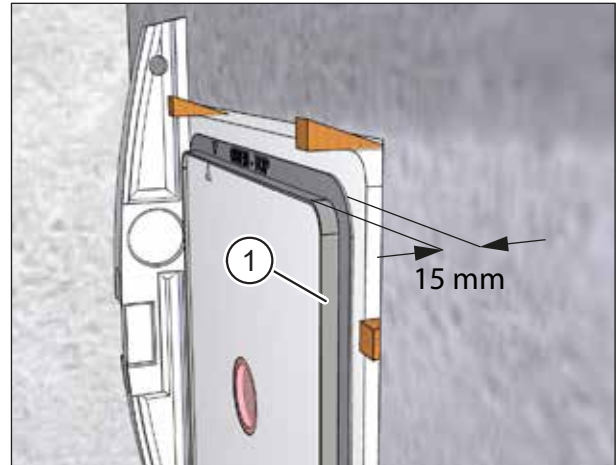

Abb. 16: Putzrahmentiefe 15 mm
Die Putzrahmentiefe beträgt 15 mm (siehe Abb. 16).
- ▶ Ist die Innenwand nicht lotrecht oder nicht eben, richten Sie die Frontfläche des Putzrahmens (Pos. 1 in Abb. 16) parallel zu einer senkrecht verlaufenden Putzschiene aus.